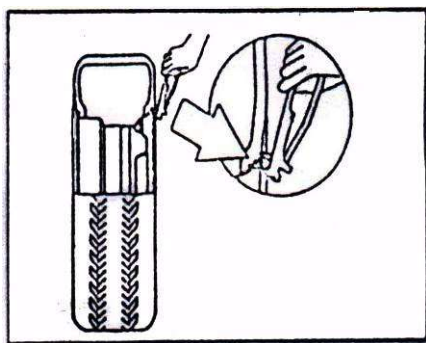

図 22
- タイヤ内の空気を完全に抜き、コアを抜き取ります。専用工具を使用して、リム上のウェイトを取外します。(図 22)